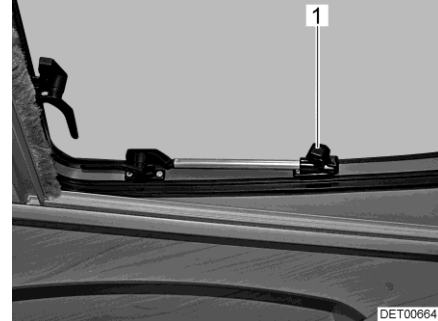

Bild 44 Dachfenster mit Dreh-Ausstellern, geöffnet
- Dachfenster bis zur gewünschten Stellung öffnen und mit Rändelknopf (Bild 44,1) feststellen.
- Rändelknopf (Bild 44,1) drehen, bis Arretierung freigegeben wird.